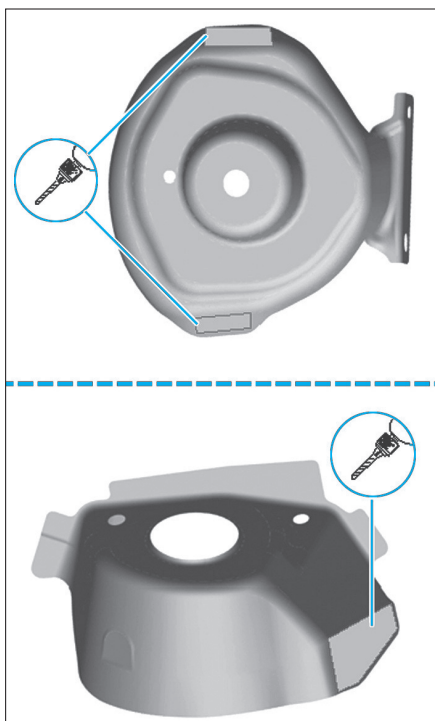

FIG. 32
• Percer des trous de Ø 8 mm dans le renfort de tourelle de jambe de force pour le soudage par bouchonnage (Fig.32).